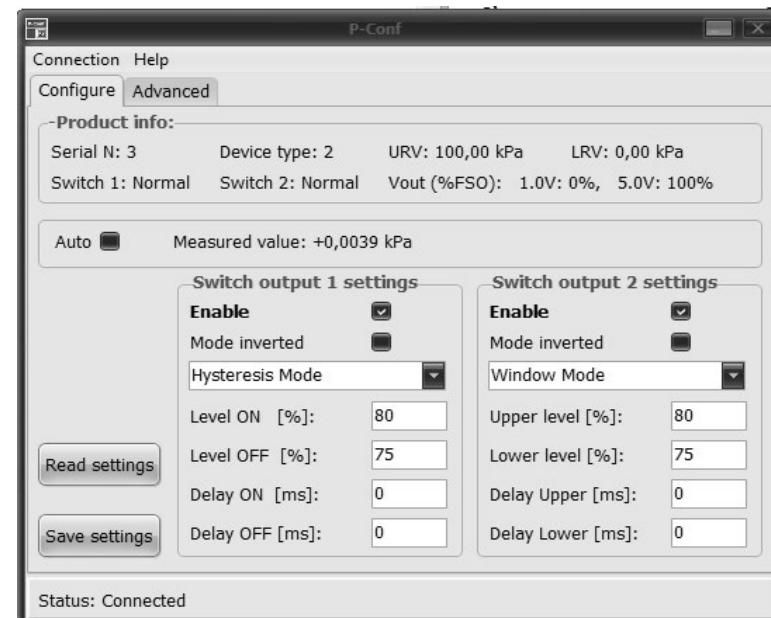
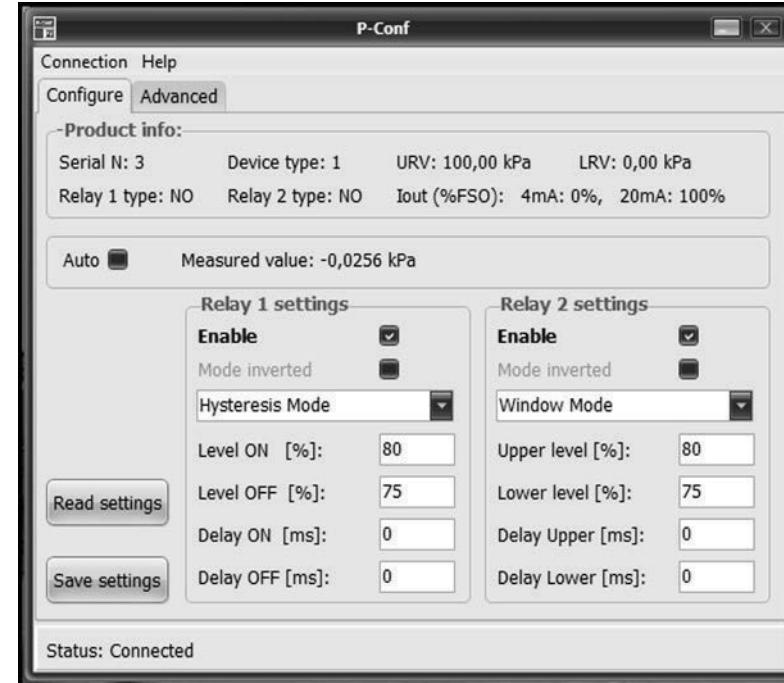

Рисунок 3 – Основное окно программы для моделей 3410p, 3420(p, ps)
Рисунок 4 – Основное окно программы для моделей 3410r, 3420(r, rs)
3) выбрать команду «Connection ▶ Connect» – после удачного соединения ПО с настраиваемым изделием появится основное окно с доступными настройками на вкладке «Configure» (рисунок 3 или 4).
**В секторах «Switch output 1(2) settings»** (рисунок 3), или секторах «Relay 1/2 Settings» (рисунок 4), при отмеченной опции **Enable**, имеется возможность установить основные параметры работы каждого реле, которые зависят от выбранного режима работы выхода: гистерезис, окно или импульс (таблица 1).